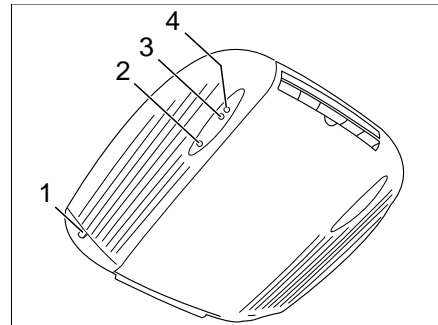

Bild 123 Innenansicht
- Fahrzeug an die 230-V-Versorgung anschließen. Die Klimaanlage ist betriebsbereit. Die rote LED (Bild 123,2) leuchtet.
Die grüne Kontroll-Leuchte (Bild 123,3) zeigt den Kühlbetrieb, die rote Kontroll-Leuchte (Bild 123,4) den Heizbetrieb an.